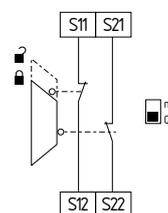

Fig. 12
**Circuito de monitorización de un resguardo de seguridad de dos canales con dispositivo de seguridad con enclavamiento según ISO 14119 (véase fig. 12)**